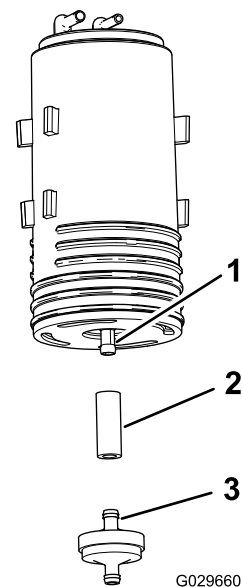

Figura 46
- Retire o filtro do recipiente de carbono e a secção curta do tubo da união inferior do recipiente de carbono antigo (Figura 46).
- Instale o tubo na união inferior do novo recipiente de carbono (Figura 46).
6. Insira a união do novo filtro do recipiente de carbono no tubo (Figura 46).